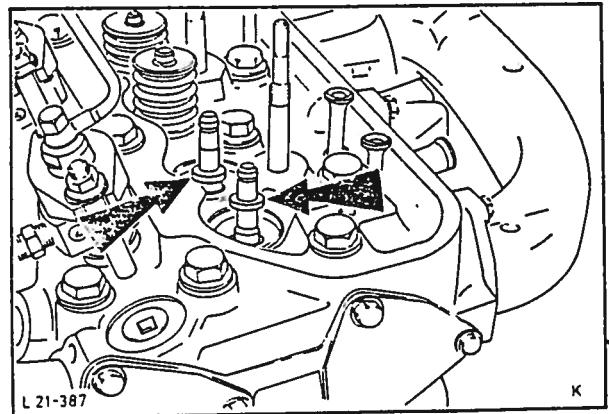

Fig. 143 Demontering av tetningsringer på ventilstammer.
4. Ta vekk ventiltallerknene og ventilfjærerne. Bend løs ventilstammenes tetningsringer fra topplokket med en skrutrekker, fig. 143.